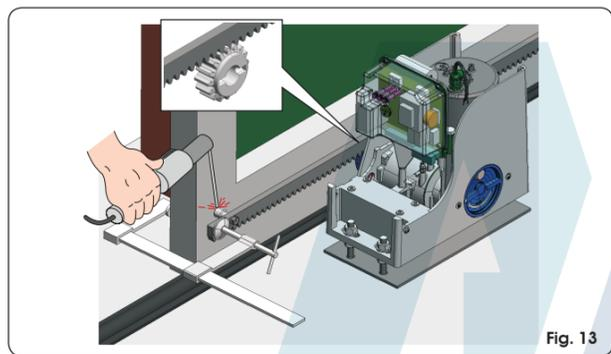

Fig. 13
3. Apoye sobre el piñón la primera pieza de cremallera comprobando que esté perfectamente horizontal y suelde el pasador roscado en la cancela como se indica en la Fig.13.